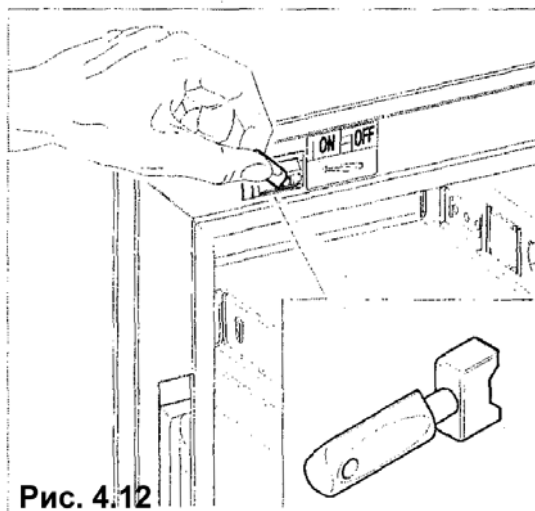

Рис. 4.12
- Иногда для некоторых операций необходимо работать с открытой дверцей, но при подключенном торговом автомате. Чтобы работать таким образом, специалист по установке может вставить в дверцу специальный пластмассовый ключ, поставляемый вместе с торговым автоматом, и повернуть его на 90° (рис. 4.12).
- Вставьте ключ в выключатель двери (рис. 4.12)
- Вставьте ключ в выключатель двери (см. рис. 4.12) и дождитесь, пока вода не начнет вытекать из сливного шланга.